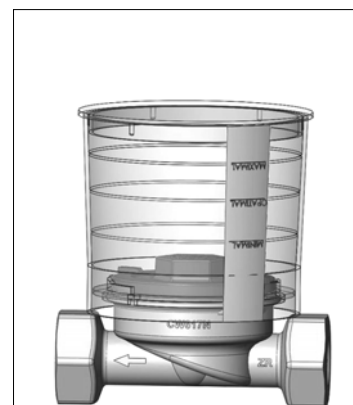
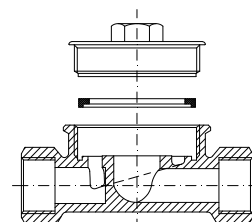

Abb. 1
Abb. 2
- 1.2 UPT werden mit eingelegtem Dichtring und eingeschraubtem Deckel ausgeliefert (siehe Abb. 1). Bei UPT mit Gewindeanschluss weiter mit Ziff. 1.3. Bei UPT mit Lötanschluss: Einputzhaube, Deckel und Dichtring entfernen. Anschlüsse löten und abkühlen lassen. L-Dichtring ins UPT unterhalb des Kopfgewindes in die dafür vorgesehene Nut einlegen, den Deckel sorgfältig dichtschauben und Einputzhaube montieren (siehe Abb. 2).